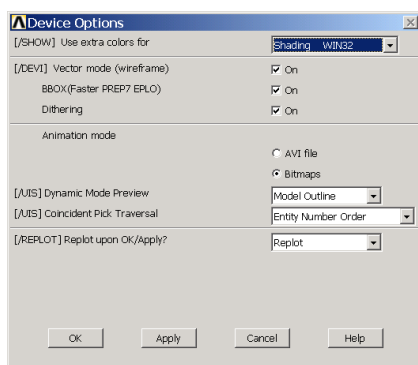

图6.23 设置显示模式
(2) 在【Plot symbols are located at】下拉列表框中选择【element centroid】，然后单击【OK】按钮。
(3) 此时如看不出压碎情况，可单击【Utility Menu】|【PlotCtrls】|【Device Options】菜单，在弹出的【Device Options】对话框中，设置【Vector mode (wireframe)】后面的复选框为【ON】，如图 6.23 所示。